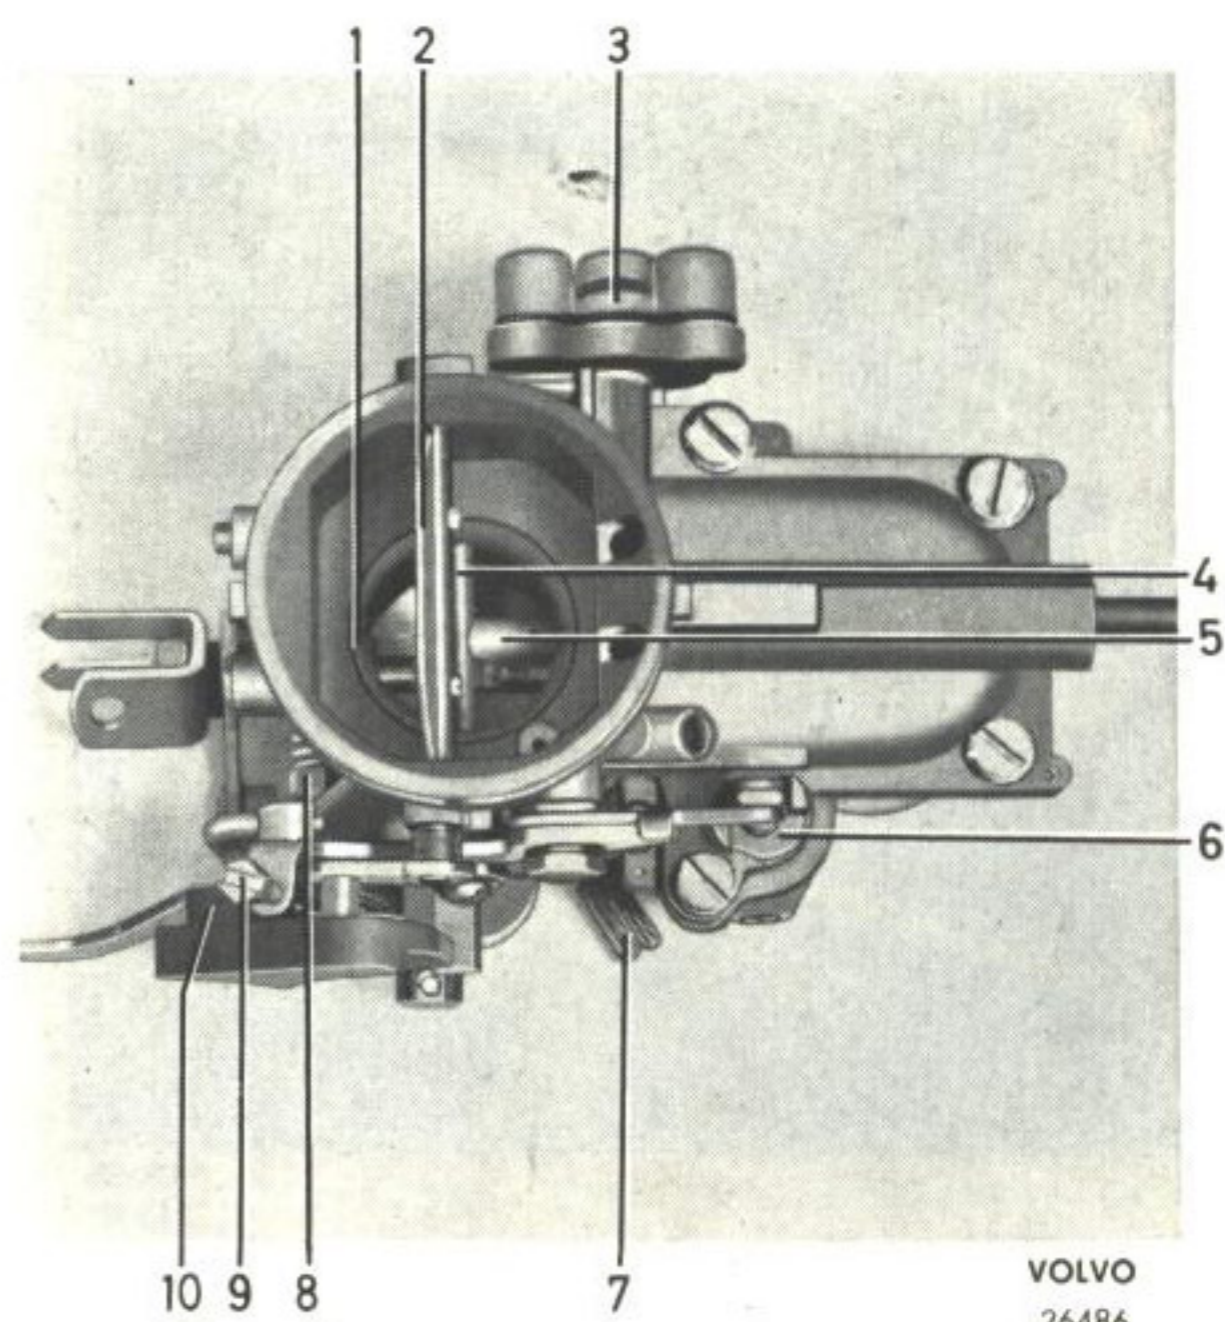

Bild 73. Luftkonans läge.
4. Då flottörhuset monteras trycks det inåt—uppåt vid fastdragnings av skruvarna. Blandningskammarens spets (5 bild 73) skall ligga an mot tvärstaget på luftkonan. Om så ej är fallet lossas luftkonans skruv och läget justeras.
Pumpkolven kan ställas in för kort eller långt slag genom brickan (6, bild 73). Vid ändring lyftes brickan och vrides ett halvt varv. Normal inställning är kort slag, den högsta kammern på brickan vänd mot fjädern på hävarmen.
Skruva ur snabbtomgångsskruven (9, bild 73) så långt att den ligger plant med sin konsol, på undersidan. Skruva därpå ned skruven 3,5 varv. Skjut in chokereglaget.
1. Ställ tomgångsvarvtalet till 500—700 v/m, med skruven vid spjällhävarmen (8, bild 73).
2. Justera bränsleluftblandningen med volym-skraven (7). Skruva först skruven inåt (magrare blandning) så att motorn börjar gå ojämnt, därefter sakta utåt så att jämn och lugn gång erhålles.